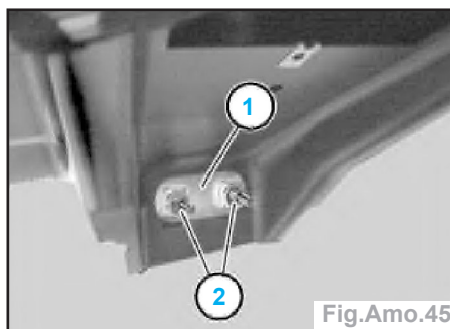

Fig.Amo.45
- Toujours laisser pour cette raison l'une des deux vis de fixation (2) dans la plaquette fileté lors du remplacement de l'étrier (Fig.Amo.45).